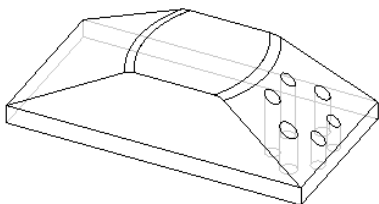

图 2-212 文件调入
1) 启动 Cimatron E9.0。启动 Cimatron E9.0, 选择下拉菜单“文件”→“打开文件”命令, 弹出“Cimatron Explorer”对话框, 选择“exercise11nc.elt”(“随书光盘: \Chapter02\exercise11\uncompleted\exercise11nc.elt”)文件; 单击 Load 按钮, 完成文件调入, 如图 2-212 所示。